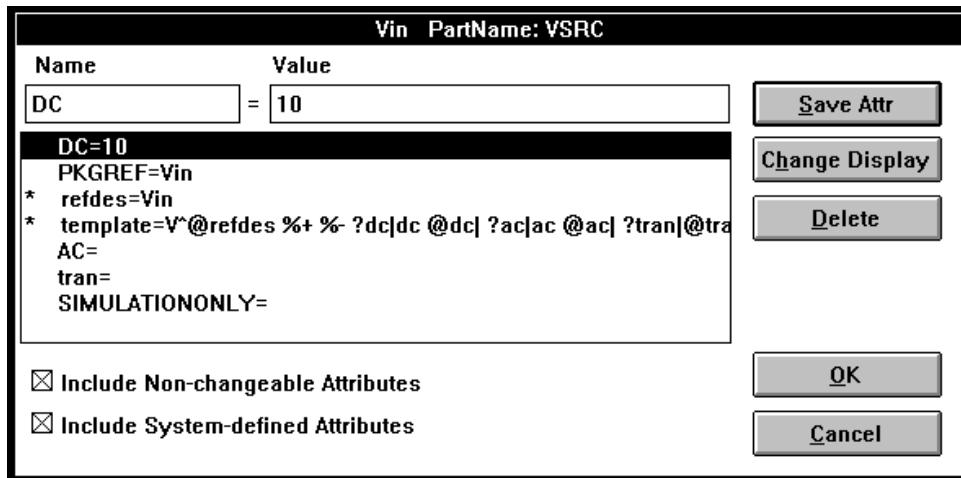

Figura 4
- 1.- Pulse dos veces sobre la fuente de tensión. Aparecerá un cuadro de diálogo similar al de la figura 4.